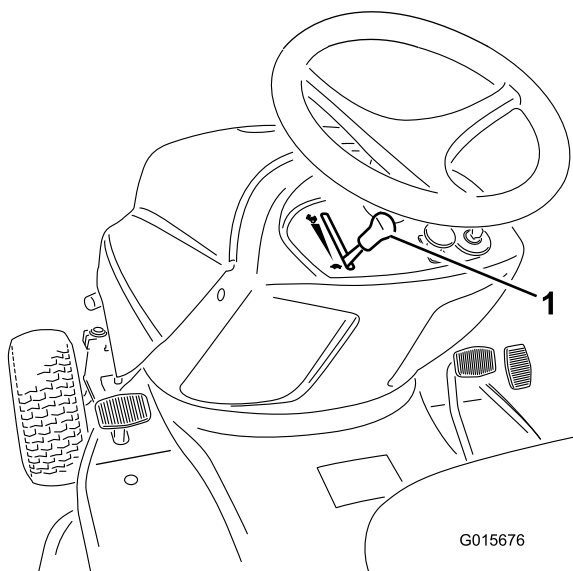

Figura 10
5. Per avviare il motore a freddo spostate completamente in alto la leva di comando dell'acceleratore, in posizione Starter (Figura 10).
6. Portate la leva di comando dell'acceleratore in posizione Slow (tartaruga) (Figura 10).
1. Portate la leva di comando dell'acceleratore in posizione Slow (tartaruga) (Figura 10).